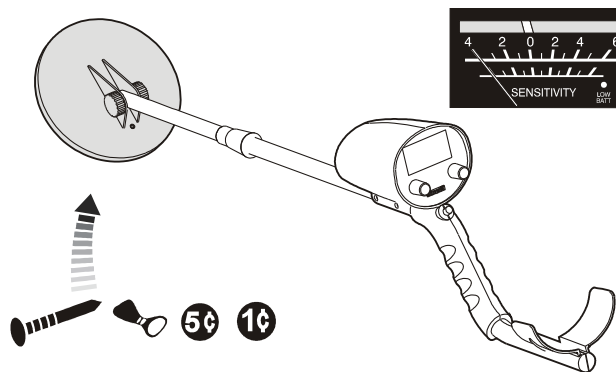

Figura.14
- Deje que las otras muestras metálicas se acerquen lentamente a la bobina de búsqueda; el indicador del medidor se desviará a la izquierda y el sonido será más suave. (Figura.14)